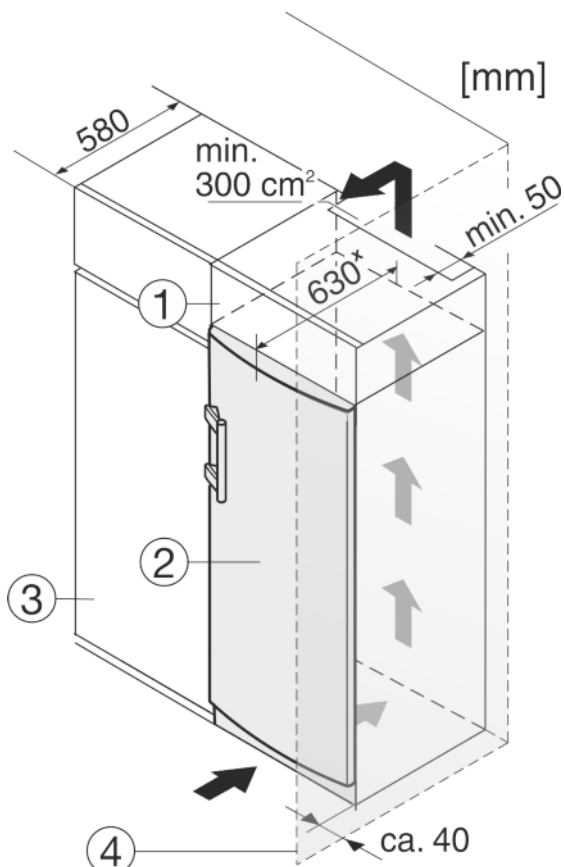

Fig. 10
- (1) Szafka nasadzana (2) Urządzenie (3) Szafka kuchenna (4) Ściana
Urządzenie może zostać obudowane szafkami kuchennymi. Aby dopasować urządzenie Fig. 10 (2) do wysokości ciągu szafek kuchennych, można nad urządzeniem umieścić szafkę nasadzaną Fig. 10 (1).
W przypadku obudowania szafkami kuchennymi (głębokość maks. 580 mm) urządzenie można ustawić bezpośrednio obok szafki kuchennej Fig. 10 (3). Urządzenie wystaje z boku o 34 mm * i na środku urządzenia o 50 mm * w stosunku do frontu szafek kuchennych.
Jeżeli urządzenie będzie ustawiane z zawiasami do ściany Fig. 10 (4), to pomiędzy urządzeniem i ścianą należy zachować minimalny odstęp, wynoszący 40 mm. Na taką odległość wystaje klamka przy otwartych drzwiach.